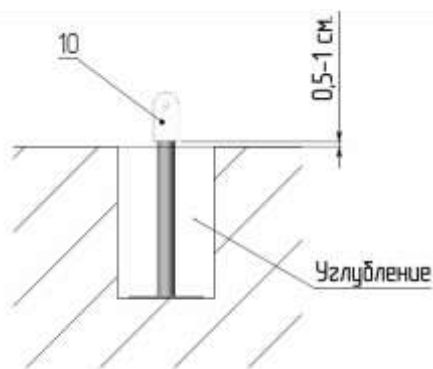

Рис.3
6.5.1. На отмеченных участках необходимо вырыть ямки 200x200 глубиной 300 мм. для установки опор поз.10. глубина ям должна быть такой, чтобы при установке в них опор поз.10 были соблюдены условия приведенные на рис.3.